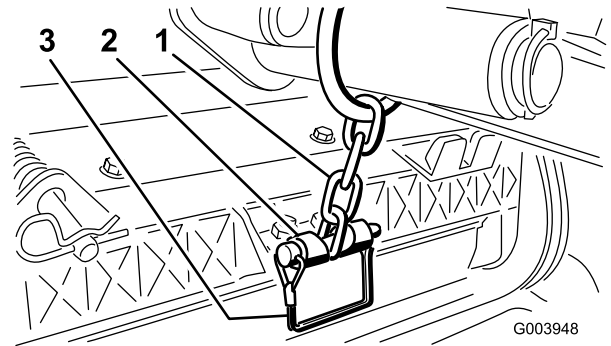

Bild 12
13. Befestigen Sie die Hubarmkette Ständer mit dem Einraststift an der Kettenhalterung (Bild 12).